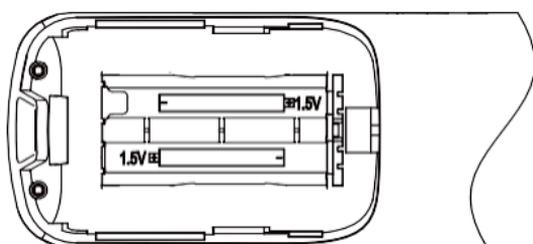

Abbildung 2.8
3) Nehmen Sie die alten Batterien heraus. Legen Sie zwei neue AAA-Batterien entsprechend der angegebenen positiven und negativen Polarität ein (siehe Abbildung 2.8). Schließen Sie die Batterieabdeckung.